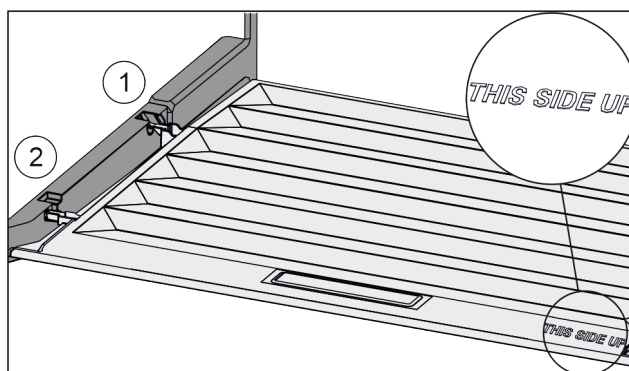

Fig. 125
- Robova predala vstavite nad odprtino zadnjega držala Fig. 125 (1), spredaj pa ju zataknete v držalo Fig. 125 (2).